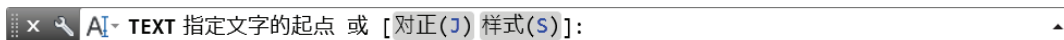

图 7-6 执行“TEXT”命令时的命令行提示
① 在功能区“默认”选项卡的“注释”面板中单击“单行文字”按钮 **A**，或者在功能区的“注释”选项卡的“文字”面板中单击“单行文字”按钮 **A**，命令行提示如图 7-6 所示。